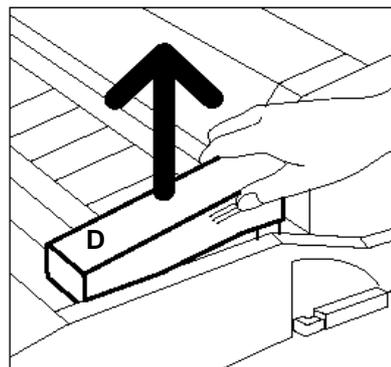

Figure 36 : Retrait de la réserve d'huile de four usagée (D)
- 6** Retirez la réserve verticalement (figure 36). Maintenez-la dans cette position jusqu'à ce que l'huile excédentaire s'égoutte dans le réservoir. Placez une feuille de papier pour absorber les gouttes d'huile qui risquent de s'échapper lors du retrait de la réserve d'huile de four usagée.